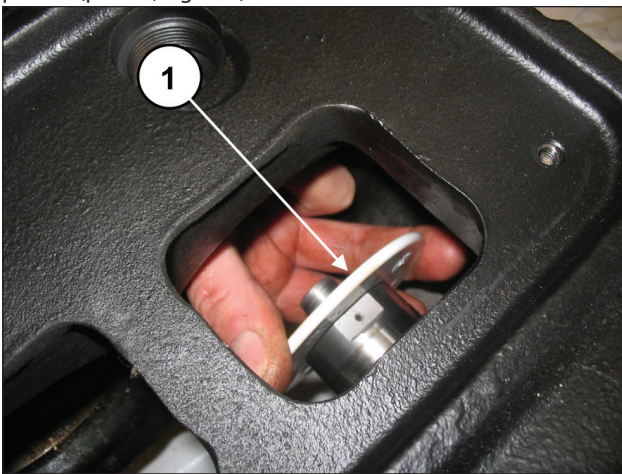

Fig. 161
Puxe os anéis de proteção contra respingos das guias dos pistões (pos. ①, Fig. 161).